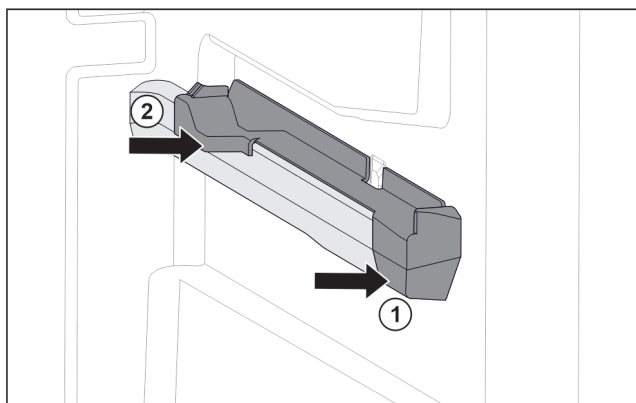

Fig. 80 Вставна частина на правому ребрі для резервуару
- ▶ Одягти вставну частину вперед на ребро резервуару. Fig. 80 (1)
- ▶ Притиснути вставну частину позаду. Fig. 80 (2)